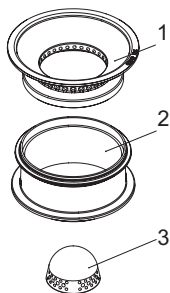
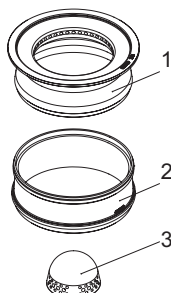

Fig. 41 Spina aria primaria, Cono
Fig. 42 Spina aria primaria, Cono
- Estrarre il cono parte superiore [1] e il cono parte inferiore [2] dal corpo caldaia – Fig. 41, Fig. 42.